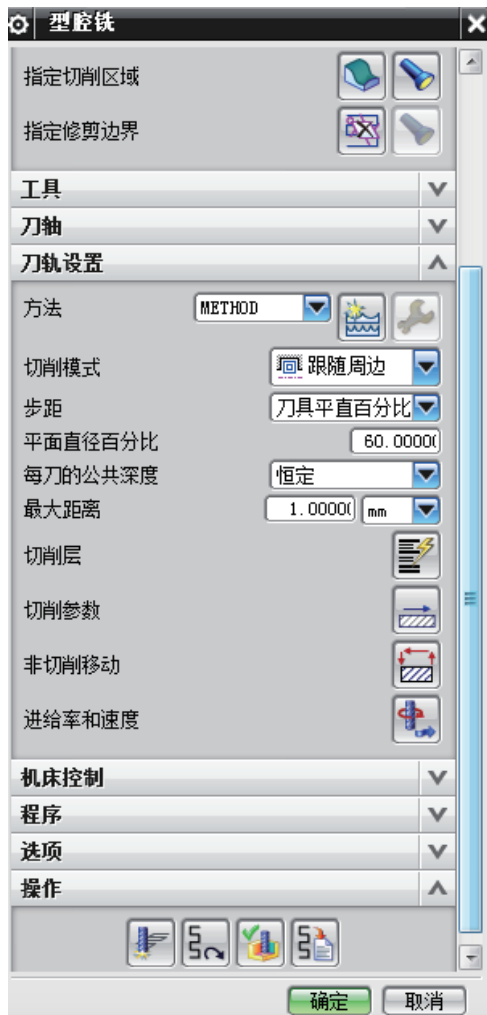

图 2
④创建工序。
选择下拉菜单 插入 (S) 工序 (O)，弹出【创建工序】对话框。在【类型】下拉列表中选择 mill_contour，在【工序子类型】选项区中单击【型腔铣】按钮 ，在【刀具】下拉列表中选择 D10 铣刀，在【几何体】下拉列表中选择 WORKPIECE，单击【确定】，弹出【型腔铣】对话框，如图 2 所示。单击【指定切削区域】按钮 ，选择整个型腔面作为加工区域，单击【确定】，系统返回到【型腔